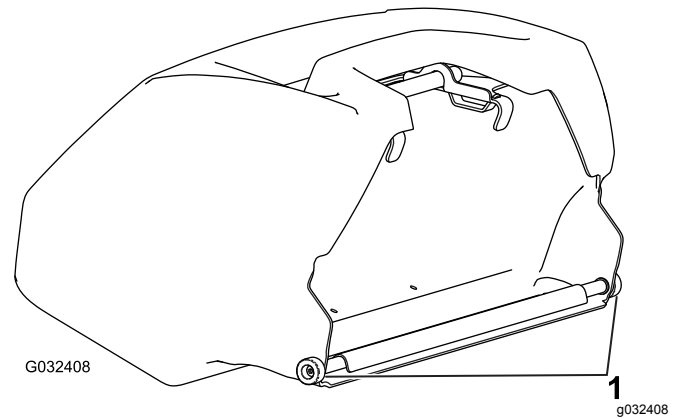

Figure 12
**Important:** Si jamais vous faites tomber le bac, vérifiez que les points de contact du bras d'inclinaison près du bord inférieur du bac ne sont pas endommagés (Figure 12). Redressez-les avant d'utiliser le bac. Si vous utilisez le bac alors que les points de contact du bras d'inclinaison sont faussés, un contact peut se produire entre le bac et le cylindre, ce qui peut causer un bruit indésirable et/ou endommager le bac et le cylindre.